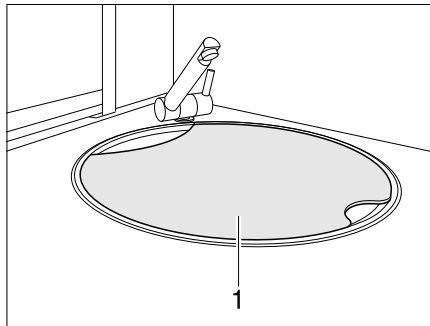

Bild 12 Spülenabdeckung
- ▶ Bei einem Unfall oder bei einer Notbremsung kann die Spülenabdeckung (Bild 12,1) die Insassen des Fahrzeugs verletzen. Vor der Fahrt die Spülenabdeckung von der Spüle nehmen und sicher im Küchenblock oder im Kleiderschrank verstauen.